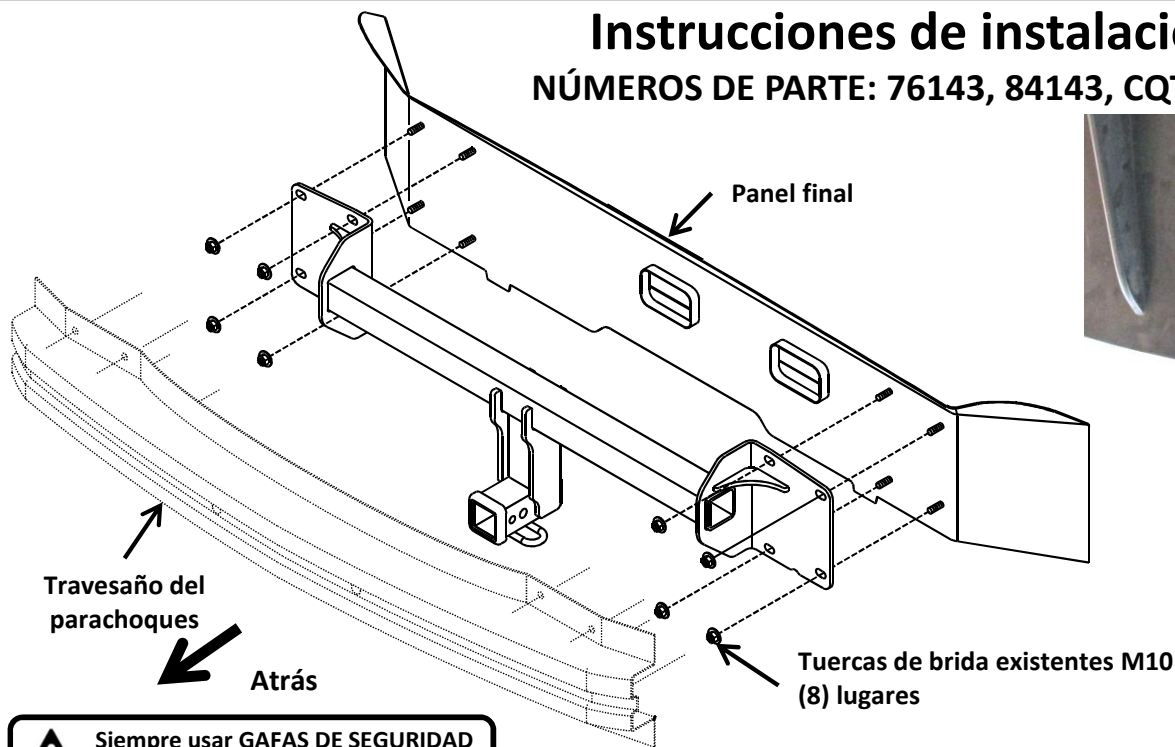

Figura 1
- Instalación del enganche:** Levantar el enganche a su posición y alinear los orificios en el enganche con los vástagos en el panel lateral. Sin apretar, volver a instalar las (8) tuercas hexagonales de brida sobre los vástagos del parachoques, (4) por lado. Ver la Figura 1.
6. Instalación del enganche: Levantar el enganche a su posición y alinear los orificios en el enganche con los vástagos en el panel lateral. Sin apretar, volver a instalar las (8) tuercas hexagonales de brida sobre los vástagos del parachoques, (4) por lado. Ver la Figura 1.